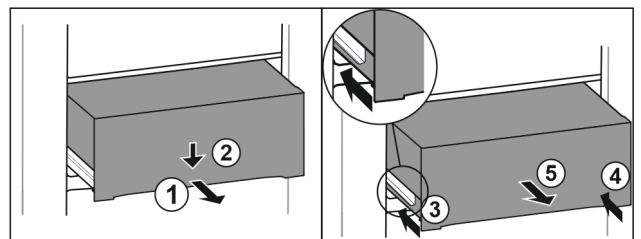

Fig. 133
- Estrarre il cassetto a metà. Fig. 133 (1)
- Premere il cassetto sul lato anteriore verso il basso. Fig. 133 (2)
- Spingere la guida sinistra di circa 2 cm verso l'interno. Fig. 133 (3)
- Spingere la guida destra di circa 2 cm verso l'interno. Fig. 133 (4)
- Rimuovere il cassetto tirandolo in avanti. Fig. 133 (5)